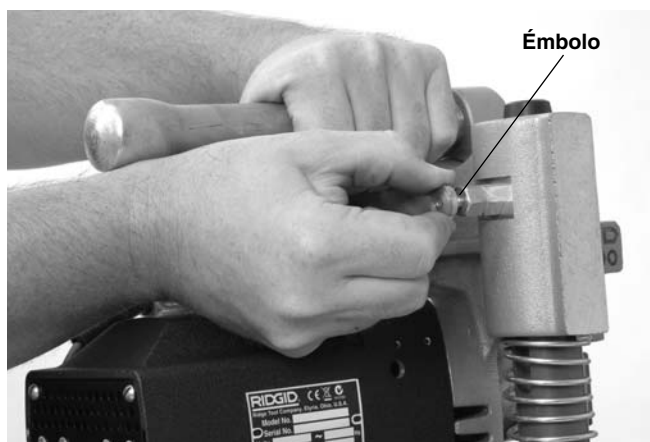

Figura 7 – Separación del motor y de la base
1. Colocada la Perforadora HC-300 en una superficie estable y segura, jale el émbolo detrás del poste izquierdo (Figura 7) y levante el conjunto del motor fuera de la base.